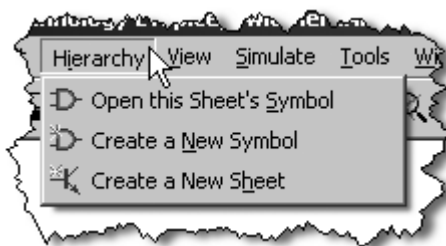

Рис. 5.4. Меню **Hierarchy**
□ **Hierarchy** (Иерархия) — работа с иерархическими схемами (рис. 5.4):